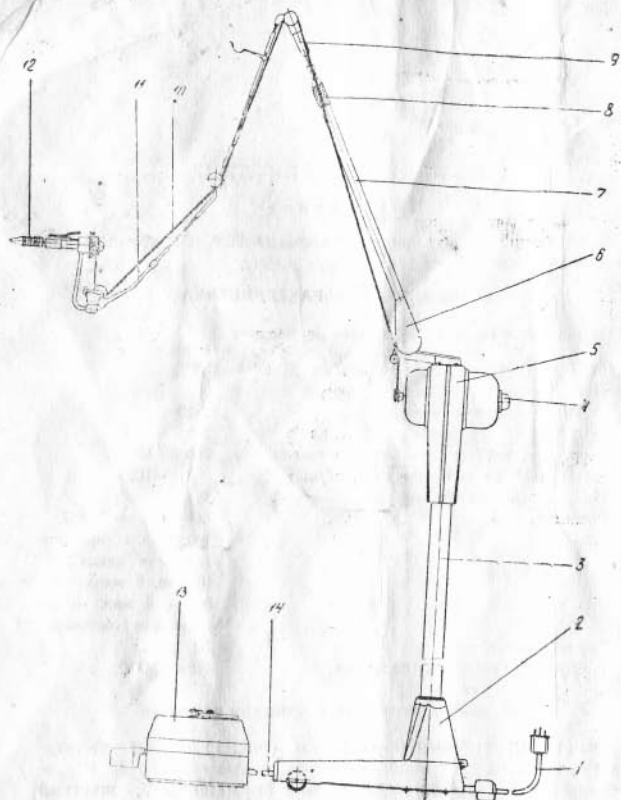

Рис. 1. Общий вид бормашины:
Основными частями бормашины (рис. 1) являются: штатив бормашины с основанием и электродвигателем 4, пускорегулирующее устройство 13, стойка бормашины 7, жесткий рукав 11, зубоврачебный наконечник 12, шнур бесшовный 10.
2. Вставить жесткий рукав, надеть шнур бесконечный, отрегулировав натяжение шнура с помощью удлиителя 9 (рис. 1) в стойке бормашины, и подсоединить наконечник с инструментом.